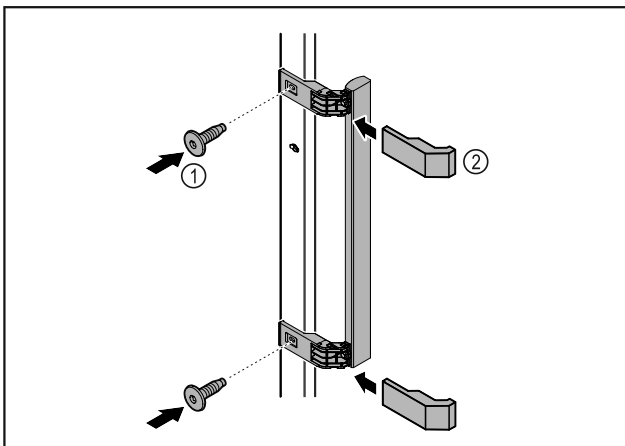

Fig. 6
- ▶ Montirajte ručku iz vrećice s priborom s pomoću priloženih vijaka Fig. 6 (1) na vrata.
- ▶ Postavite poklopac Fig. 6 (2).